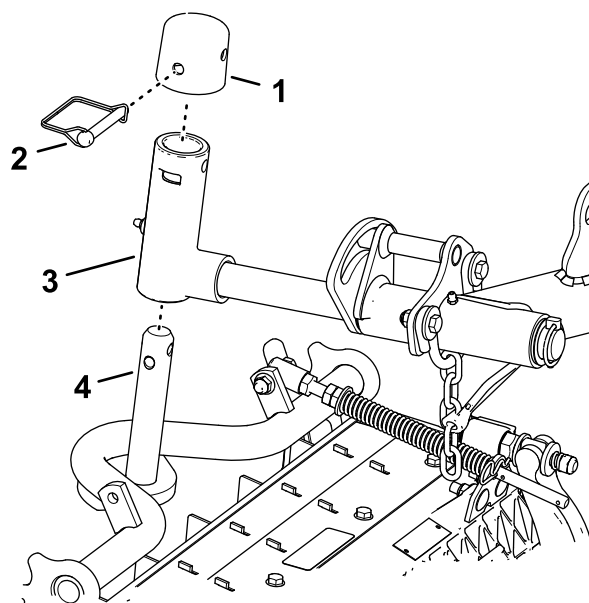

Рисунок 16
1. Подведите режущий блок под подъемный рычаг (Рисунок 16).